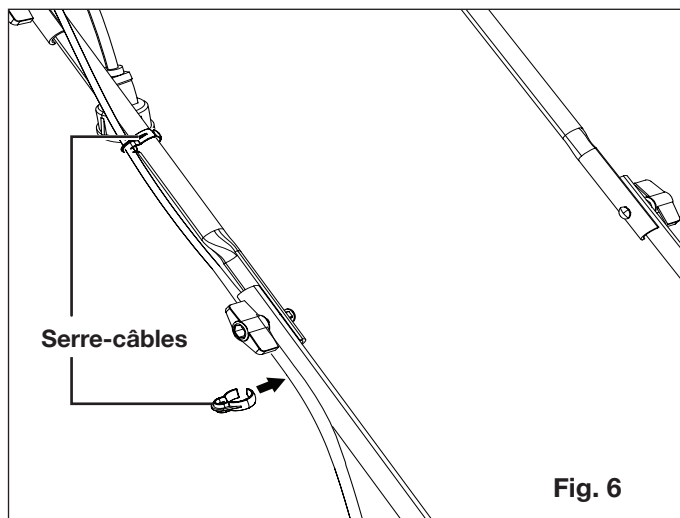

Fig. 6
5. Attachez le cordon sur les tubes intermédiaire et inférieur de guidon à l'aide des serre-câbles (Fig. 6).